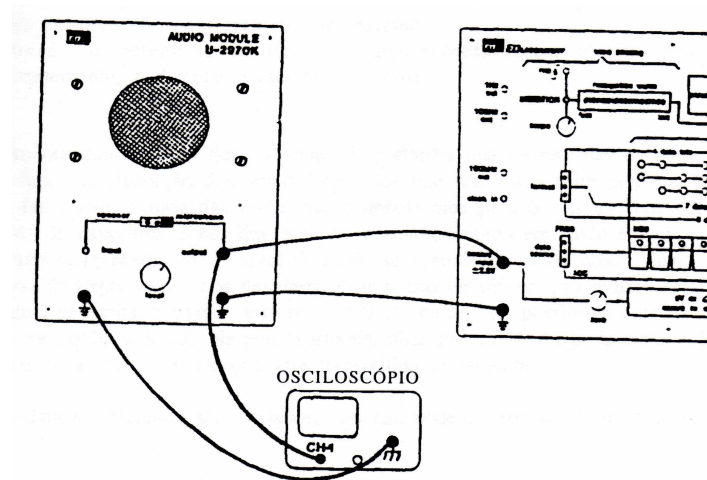

Figura 7: Telefone digital simples
1. Se o segundo módulo de áudio estiver disponível, este pode ser usado como microfone e troca-se o gerador de função, como na figura 7, com isso cria-se um telefone de uma via.